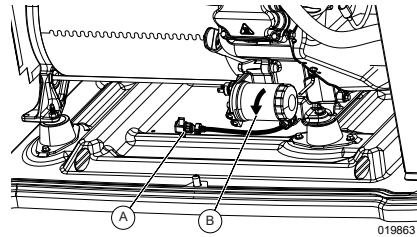
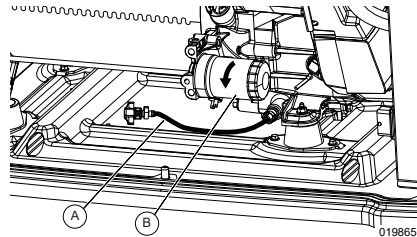
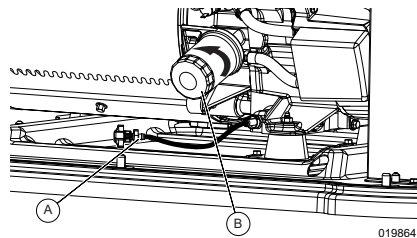

Figure 4-1. Filtre à huile et flexible de vidange (10 kW)
Figure 4-2. Filtre à huile et flexible de vidange (14 à 18 kW)
Figure 4-3. Filtre à huile et flexible de vidange (22 à 28 kW)
5. Voir Figure 4-1, Figure 4-2 et Figure 4-3. Démontez le panneau avant une fois que l'appareil a refroidi. Dégager le flexible de vidange d'huile (A) de son clip de fixation. Retirer le capuchon du flexible et placez l'extrémité libre dans un récipient adapté. Vidanger l'huile.